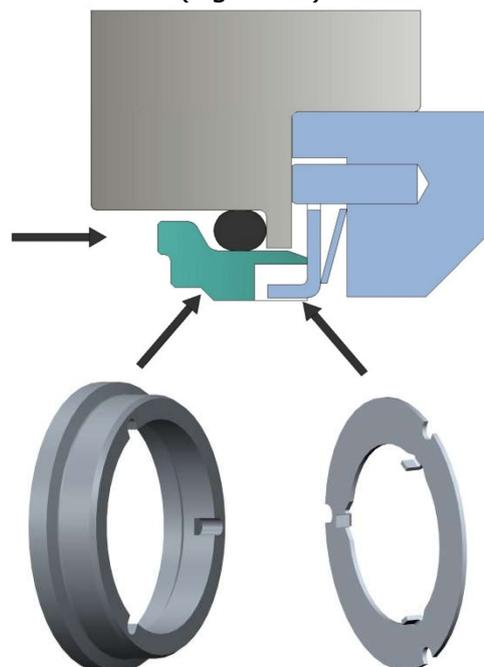

Figure 24 – Montage siège fixe
- Monter le joint torique (83) sur la face d'étanchéité statique primaire et lubrifier l'alésage dans le logement du rotor avec un lubrifiant approprié compatible avec le fluide pompé et l'élastomère.
- Aligner les encoches de la face d'étanchéité avec les pattes de la plaque d'entraînement dans le boîtier d'étanchéité ; une petite découpe permet de voir une patte d'entraînement (Figure 24).